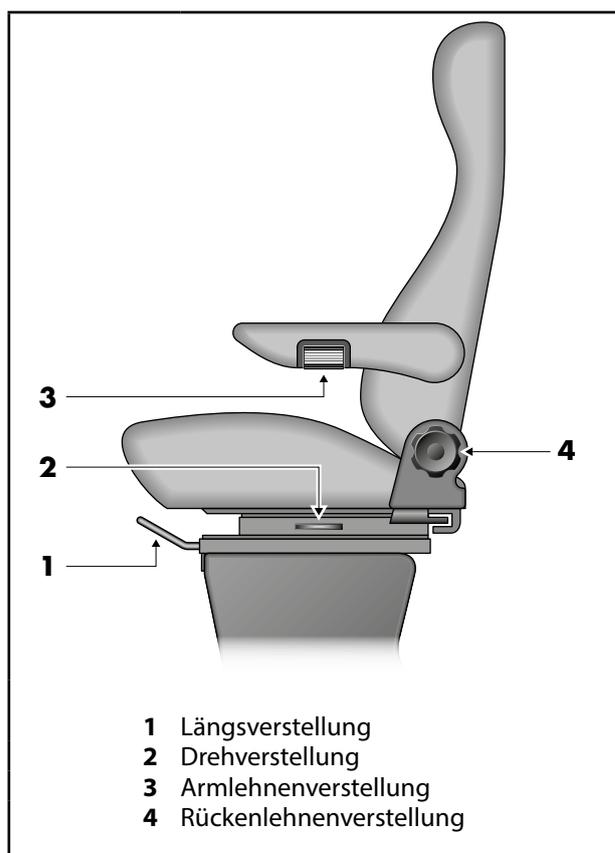

Abb. 1 Bedienelemente am Pilotensitz
1. Entriegelungshebel (Abb. 1, Pos. 1) nach oben ziehen und halten.
1. Entriegelungshebel (Abb. 1, Pos. 2) ziehen und halten.
Handrad (Abb. 1, Pos. 4) nach vorne bzw. hinten drehen und Rückenlehne nach vorne bzw. hinten verstellen.
2. Die Einstellung der Armlehnenhöhe über Drehwalze (Abb. 1, Pos. 3) vornehmen.